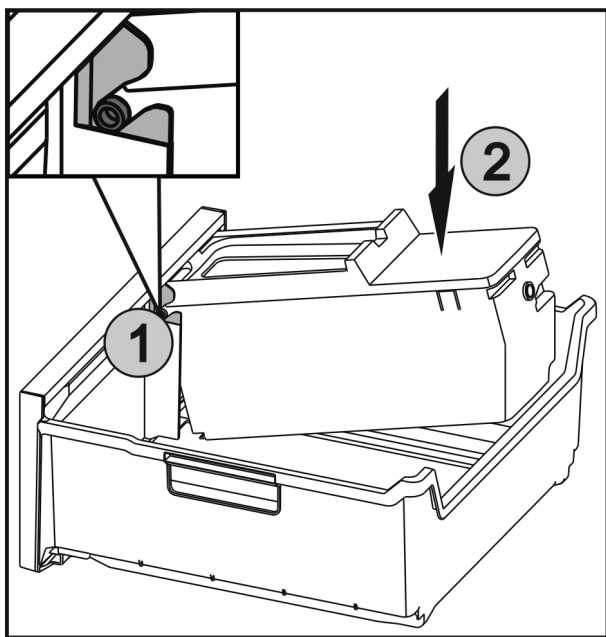

Fig. 51
- ▶ Inserire gli assi Fig. 51 (1) di EasyTwist-Ice nelle guide e premere la parte posteriore Fig. 51 (2) finché la linguetta non si innesta.